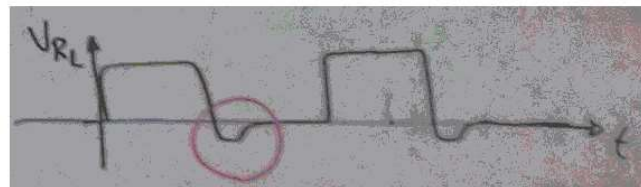

Fig. 5.- Circuito y señal para medición de t_{rr} .
5. Armar el circuito para la medición del (t_{rr}) y seguir las indicaciones del profesor para configurar el generador de funciones y osciloscopio (Fig. 5).